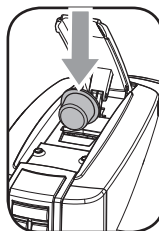

Fig.2
- 3- Introduisez la capsule comme indiqué sur la figure (fig.2).